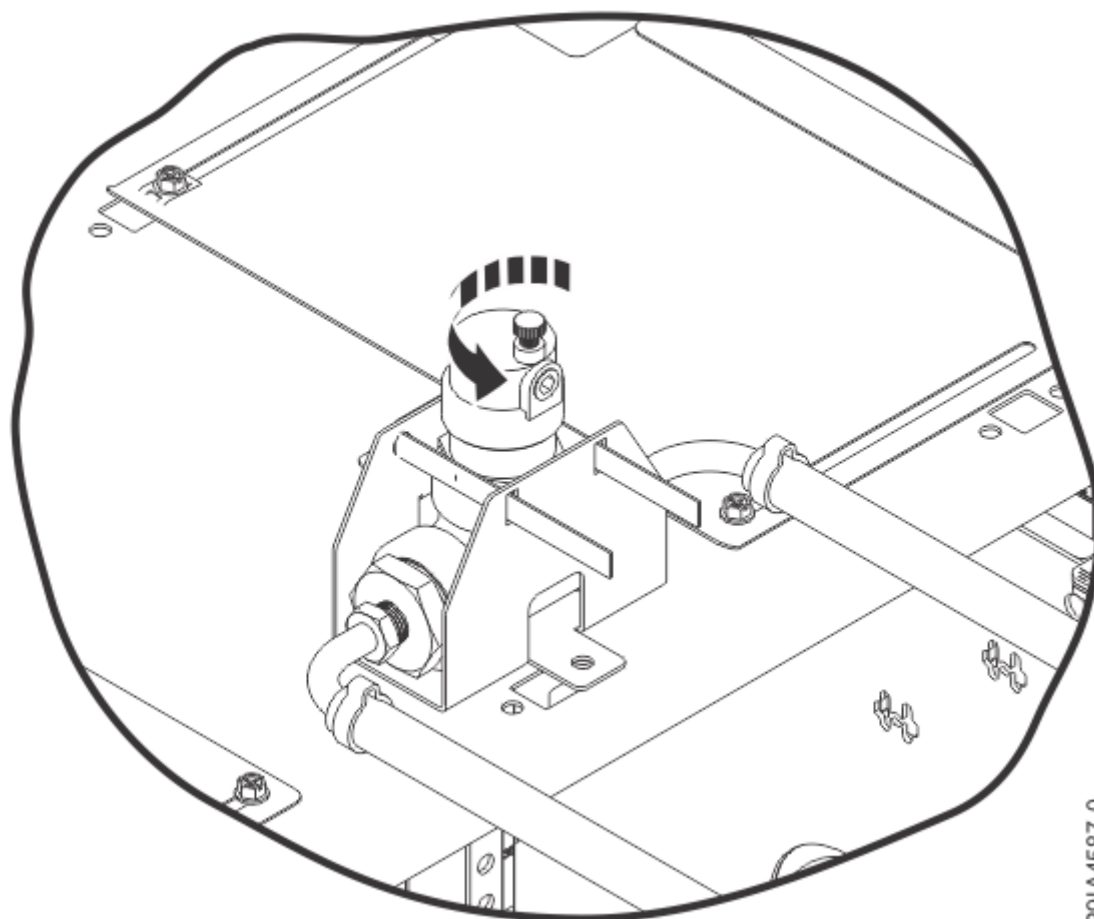

Figura 40. Deschiderea capacului uneltei de evacuare
2. Aveți grijă să fie slăbit cât mai mult capacul unelei de evacuare, dar fără să fie scos de tot. Pentru informații suplimentare, vedeți Figura 40 la pagina 70.